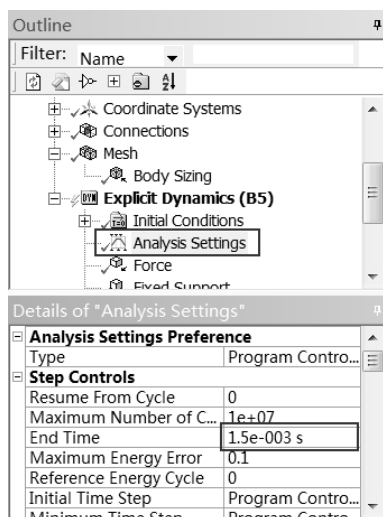

图 11-24 设定时间
Step4 : 选择 Explicit Dynamics (B5) 下面的 Analysis Settings 选项 , 在出现的 Details of “Analysis Settings” 面板的 End Time 中输入 $1.5\text{e-}003\text{ s}$, 如图 11-24 所示。